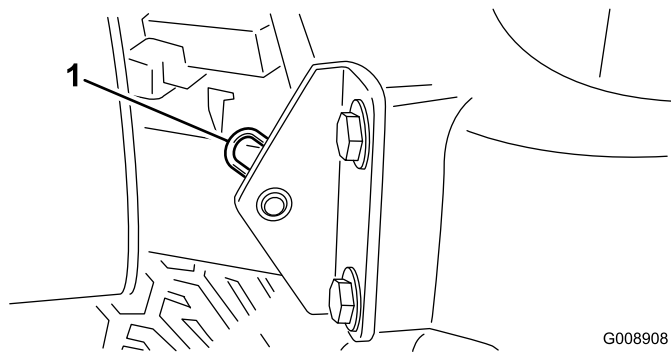

図 40
2. フードのピボット部をブラケットに固定しているヘアピンコッターを抜き取る (図 40)。